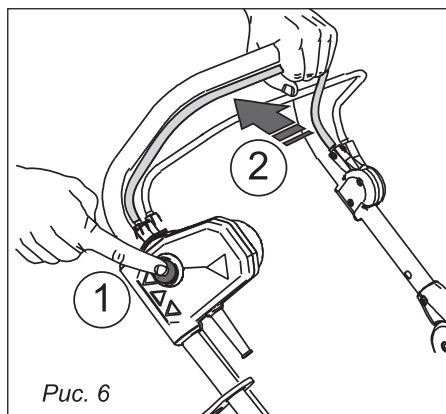

Рис. 6
8.1. Включение устройства (рис.6)